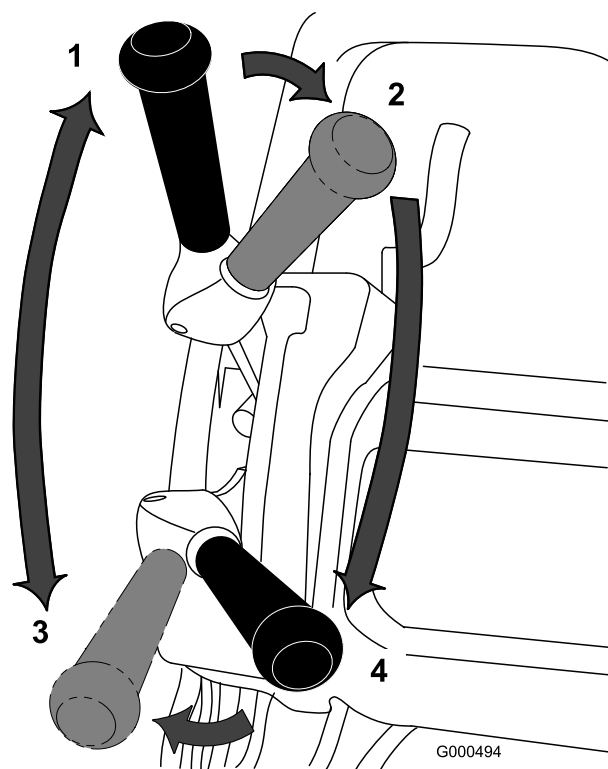

Figure 30
1. Démarrez le moteur, placez la commande d'accélérateur en position de bas régime, appuyez sur le guidon pour relever le plateau de coupe, appuyez sur la commande de présence de l'utilisateur, amenez le levier de commande de déplacement en position ENGAGÉE et transportez la machine à la lisière du green (Figure 30).
2. Placez le levier de commande de déplacement en position DÉSENGAGÉE et engagez le levier de commande du cylindre (Figure 30).
- Placez le levier de commande de déplacement en position ENGAGÉE, augmentez le régime moteur jusqu'à ce que la machine se déplace à la vitesse voulue, puis conduisez-la jusqu'au green, abaissez l'avant et commencez à travailler (Figure 30).